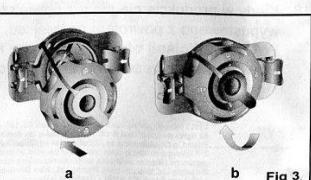

Fig 3
6. Установите клапан так, чтобы значки этого клапана совпадали со стрелками на клапане. (Рис. 3-а).
7. Чтобы закрыть отверстие, поверните клапан по часовой стрелке до упора. (Рис. 3-б).
15. После того, как желаемая твердость достигнута, верните переходник для быстрого накачивания в исходную позицию (Рис. 3).